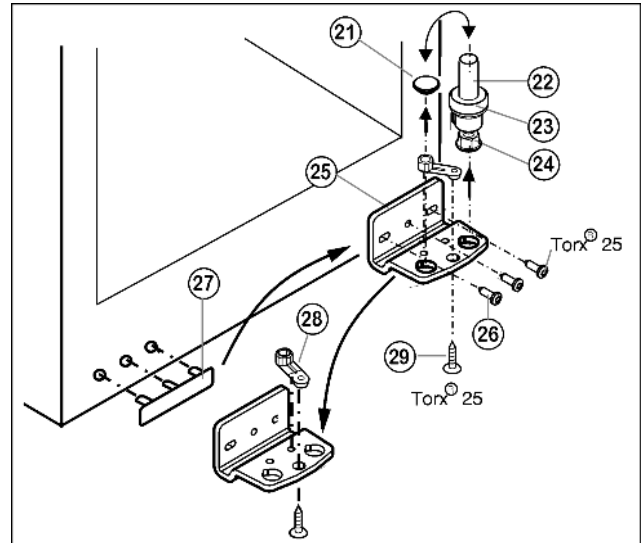

Fig. 6
- Retirer le pivot Fig. 6 (22) complètement avec le disque Fig. 6 (23) et le pied réglable Fig. 6 (24) par le haut.
- Enlever le bouchon Fig. 6 (21).
- Dévisser Fig. 6 (25) le support d'appui Fig. 6 (26).
- Dévisser l'élément pivotant Fig. 6 (28) et le permuter dans le trou opposé du support d'appui.
- Soulever le cache côté poignée Fig. 6 (27) avec précaution et le positionner sur le côté opposé.
- Revisser à fond le support d'appui Fig. 6 (25) sur le nouveau côté charnière en utilisant une visseuse sans fil si nécessaire, avec un couple de serrage de 4 Nm.
- Réinsérer le bouchon Fig. 6 (21) dans l'autre trou.
- Replacer complètement le pivot Fig. 6 (22) avec le disque et le pied réglable. Faire attention à ce que les ergots d'encliquetage soient tournés vers l'arrière.
- ▶ Placer la porte par le haut sur le pivot inférieur Fig. 6 (22).
- ▶ Placer le support d'appui supérieur (12) sur le nouveau côté charnière de porte.
- ▶ Visser le support d'appui supérieur (12) à fond (avec 4 Nm) (2 Torx® 25) (13). Pointer les trous de vissage ou utiliser une visseuse sans fil.
- ▶ Faire encliqueter le cache (10) et le cache (11) du côté opposé.
- ▶ Aligner éventuellement la porte par rapport aux deux trous oblongs du support d'appui inférieur Fig. 6 (25) pour qu'elle affleure avec l'habillage de l'appareil. Pour cela, dévisser la vis centrale.